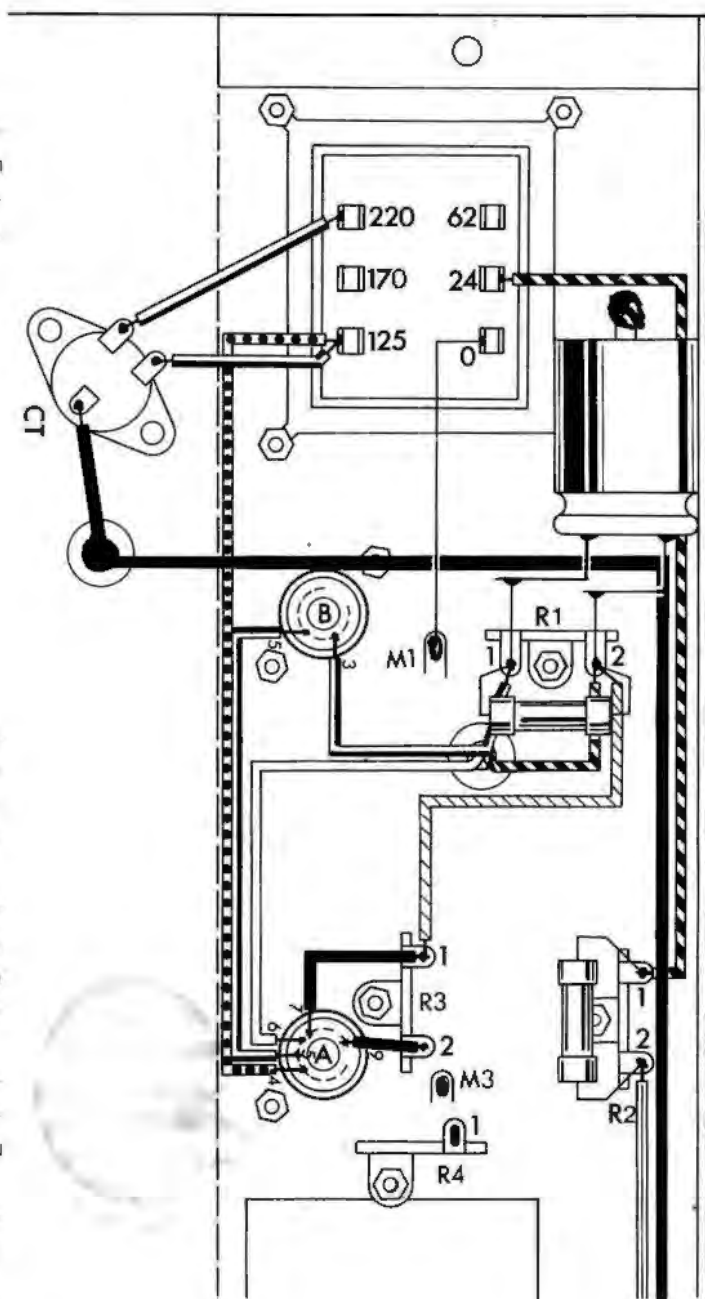

Figura 4
- Desde la patilla 4 del zócalo A establezca una conexión con hilo azul al terminal 125 del auto-transformador. Suelde en ambos puntos. (Figura 4.)